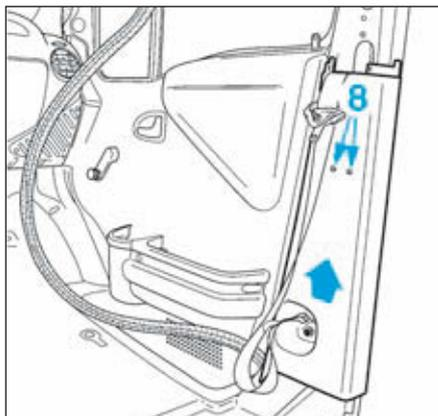

FIG.27
- Tirer vers le haut la partie basse de la garniture afin de déclipper les deux clips (8) (Fig.27).